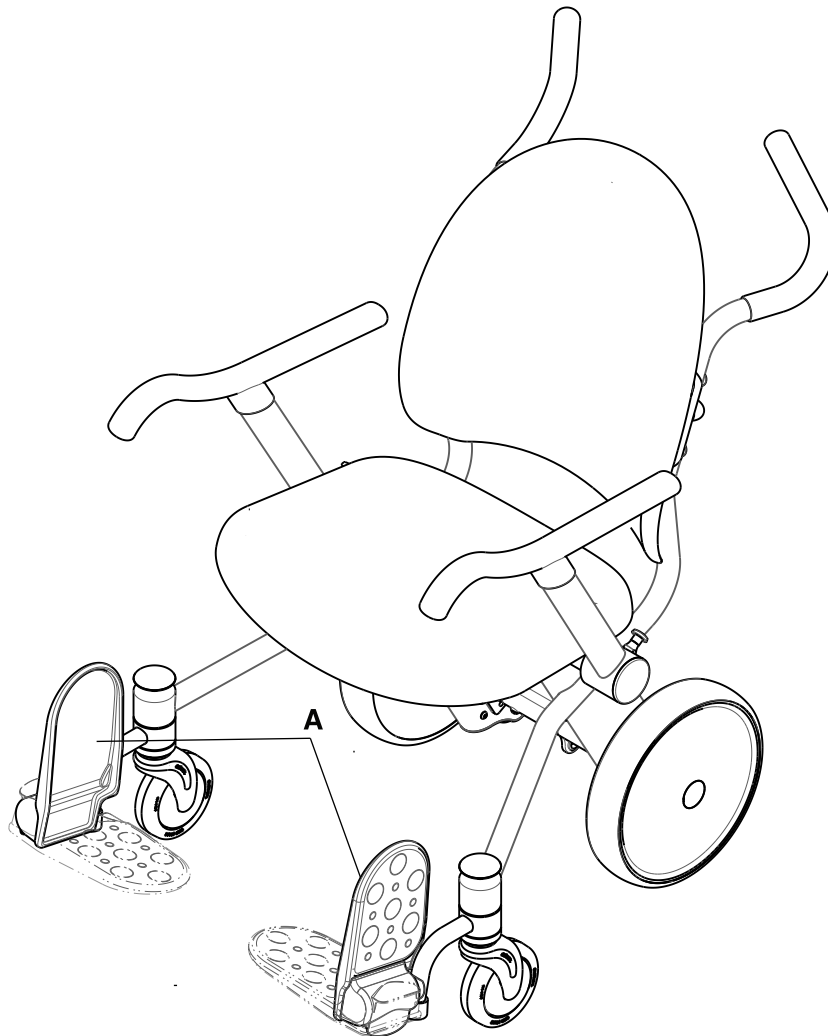

Fig. 8-8: Opklappelige fodplader i sammenklappet position
2. Kontrollér, at fodpladerne løftes til sammenklappet position (A) (Fig. 8-8 på side 8-18).